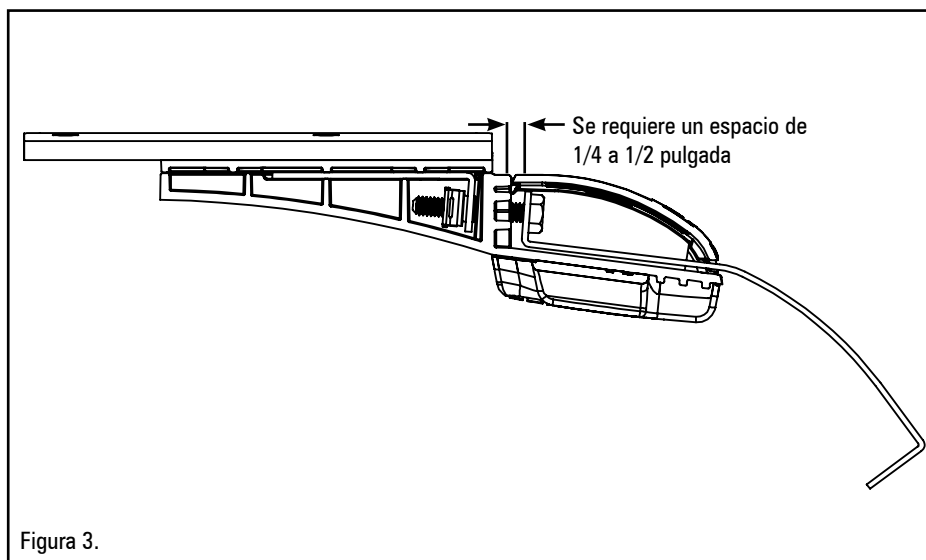

Figura 3.
2. Coloque la barra de luces en el centro del techo y sujete los soportes de la barra de luces. Debe quedar un espacio libre de entre 1/4 y 1/2 pulgada entre el soporte de gancho y la pared frontal del pie de montaje antes de tensar el perno del soporte de gancho (vea la Figura 3). Ajuste la posición del pie de montaje para dejar este espacio libre.